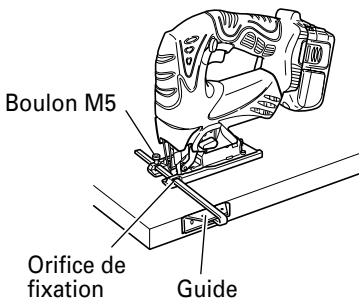

Fig. 17
- (3) Fixer le guide en faisant passer dans l'orifice de fixation de la base et serrer le boulon M5. (Fig. 17)
- (4) Régler la position orbitale sur "0".
Pour assurer une coupe précise lors de l'utilisation du guide (Fig. 17), toujours régler la position orbitale sur "0".